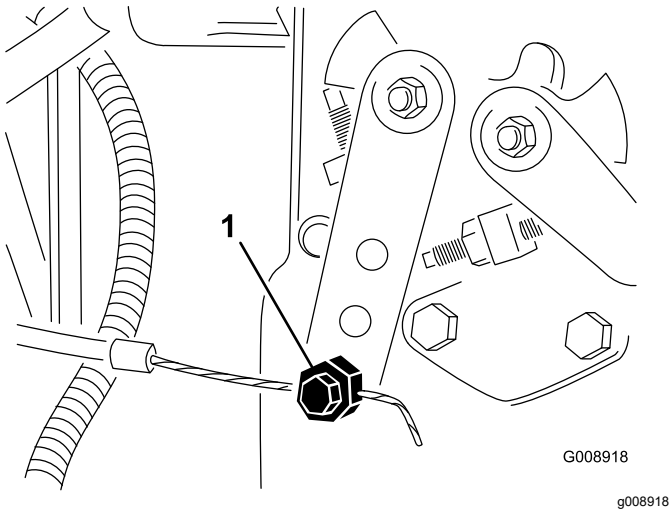

Bild 63
2. Lockern Sie den Anschluss des Gaszugs am Arm der Einspritzpumpe (**Bild 63**).